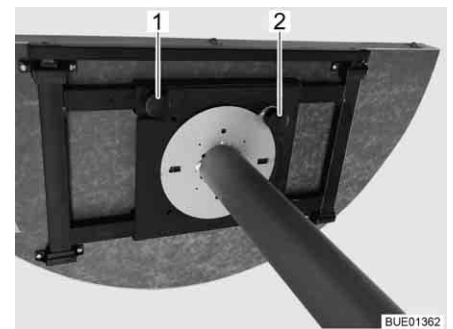

Fig. 97 Mecanismo de ajuste
- Aflojar el tornillo moleteado (Fig. 97,1).
- Levantar el botón de ajuste (Fig. 97,2).